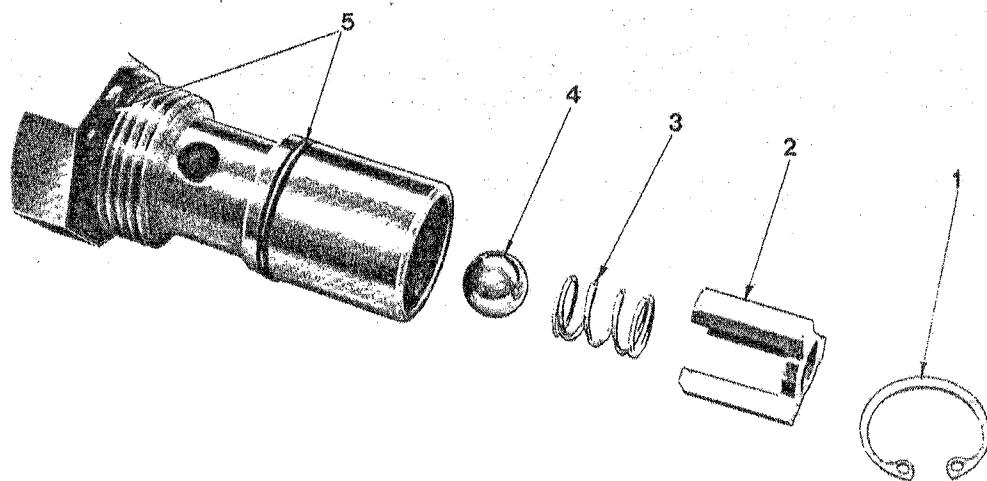

FIG. 20
- 1 - (figure 20) - Retirer le clapet du flasque et le fixer dans un étau.
- 2 - Retirer le circlip (1), le guide (2), le ressort (3) et la bille (4).
- 1 - (figure 20) - Remplacer les joints (5).
- 2 - Disposer la bille (4) sur son siège, puis monter le ressort (3) et le guide (2) - Fixer l'ensemble avec le circlip (1).